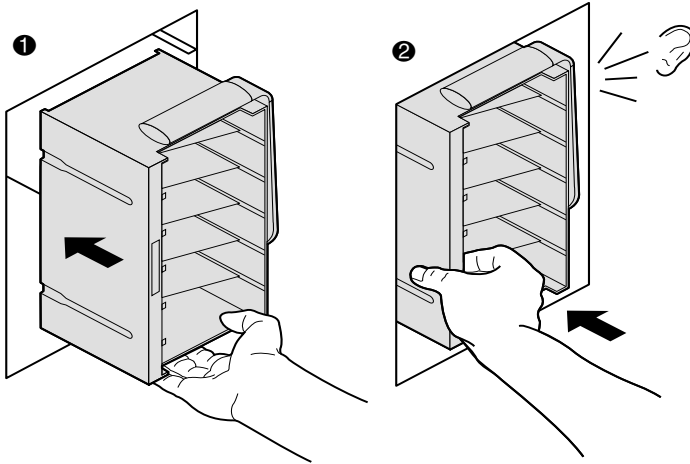

図2-16: ロードパックの取り付け (6カートリッジ マガジン)
1. ロードパックをライブラリに挿入します (①図2-16)。
2. カチッと音がして所定の位置に収まるまで、ロードパックを押し込みます (②図2-16)。